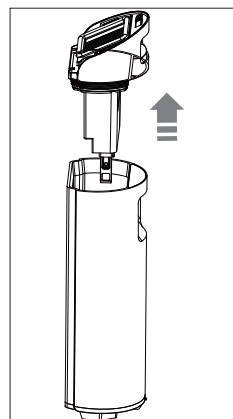

Fig. 10 – Retirer le cache
- ▶ Retirez le bouchon du réservoir d'eau sale en le tirant vers le haut (**voir Fig. 10**).